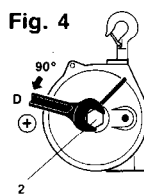

Fig. 4
- For å øke kapasiteten dreies sekskantkoplingen 2 i retning mot klokken ved bruk av en skrunøkkel D (Fig. 4). Trekk kamskive 32 (Fig. 4a) og sjekk ballansen. Gjenta til den ønskede balanse er oppnådd.
- Para aumentar a capacidade, rode o acoplamento sextavado 2 no sentido inverso ao dos ponteiros do relógio por meio de uma chave inglesa D (Fig. 4). Puxe o excêntrico 32 e verifique equilíbrio (Fig. 4a). Repita até ter obtido o equilíbrio desejado.
Fig. 4 a